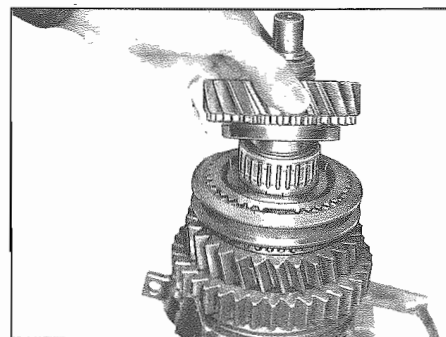

Fig. 33 - Ingranaggio della 2a marcia
- Montare il secondo anello sincronizzatore (402) con la dentatura in alto. Infilare la gabbia a rullini (414) e l'ingranaggio della 3a marcia (413) sull'albero primario (Fig. 33).
- Position second blocking ring (402) with teeth up. Slide needle cage (414) and third gear wheel (413) over main shaft (Fig. 33).